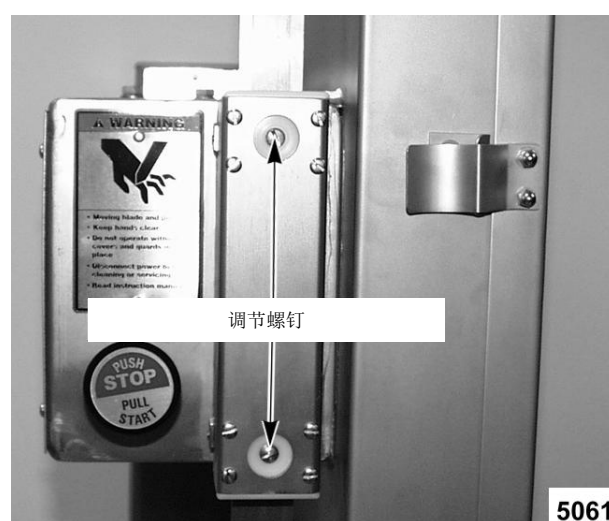

图16
3. 旋松罩壳前部的两个螺钉(图16)。
5. 旋紧两个前部螺钉(图16)。